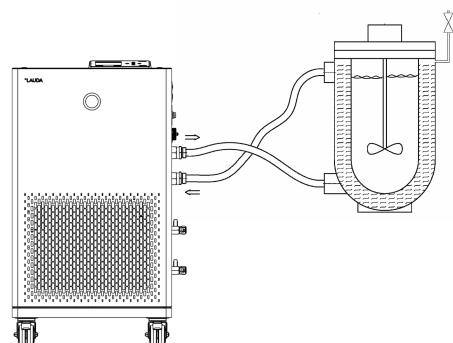

Fig. 29: Application avec vanne de purge
- Une vanne de purge Fig. 29 peut simplifier le processus de purge. Pour cela ouvrir régulièrement la vanne avec prudence et laisser s'échapper le gaz/air jusqu'à ce que le liquide sorte de la vanne, refermer la vanne de purge. Collecter le liquide dans un récipient adapté. Actionner à nouveau la vanne à intervalles réguliers jusqu'à ce qu'il n'y ait plus d'air.